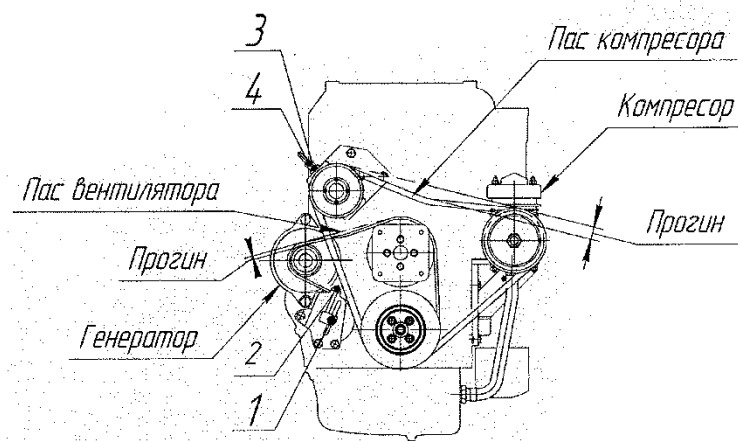

Рисунок 12.10.1 – Регулювання прогину пасу вентилятора та компресора
Натисніть на пас посередині між шківками (рис.12.10.1) з зусиллям 39,2 Н (4,0 кгс) і перевірте ступінь прогину.
1. Послабте болт (1) (див. рис.12.10.1).
2. Повертайте регулювальний болт (2), доки натяг пасу вентилятора не буде відповідати стандартним значенням.
3. Після завершення регулювання натягу надійно закрутіть болт (1).